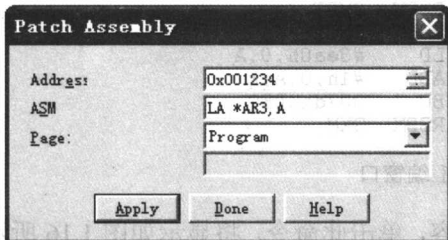

图 1.11 修改可执行代码对话框
- **Memory→Patch Asm**，能在不修改源代码文件的情况下，修改 DSP 可执行代码 COFF 文件的内容，单击此命令，将出现如图 1.11 所示的对话框。